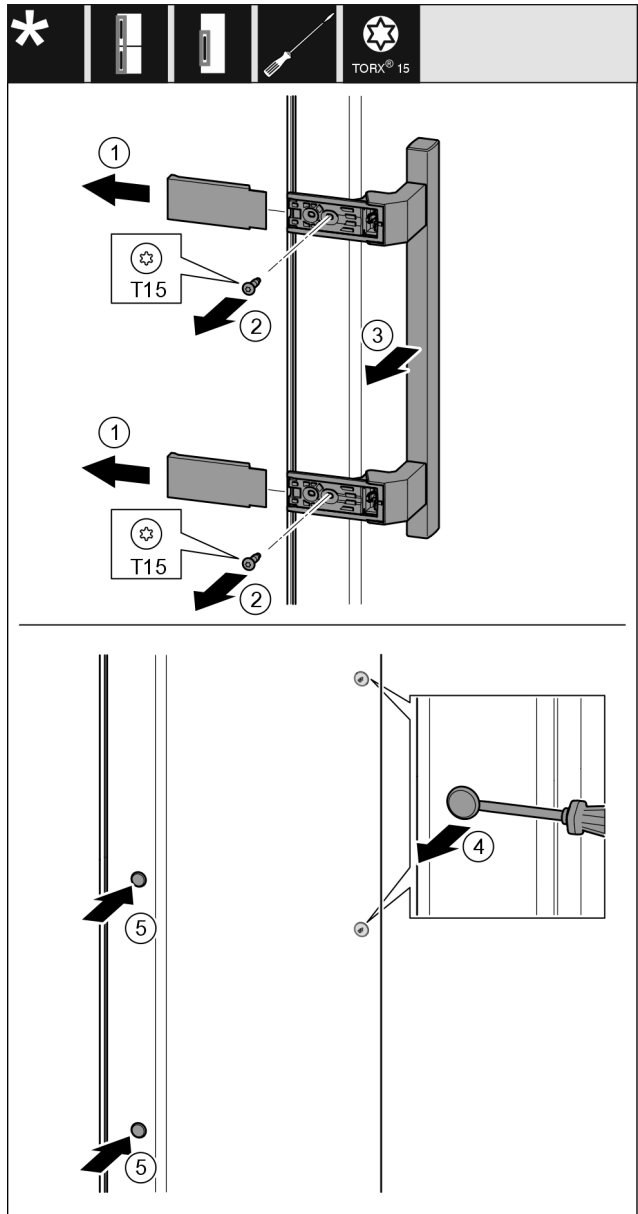

Fig. 46
- ▶ Húzza le a fedelet Fig. 46 (1).
- ▶ Tekerje ki a csavarokat Fig. 46 (2) csavarhúzóval.
- ▶ Vegye le a fogantyút Fig. 46 (3).
- ▶ Óvatosan emelje meg és húzza ki az oldalsó dugót Fig. 46 (4) lapos csavarhúzóval.
- ▶ Tegye vissza a dugót Fig. 46 (5) a másik oldalra.